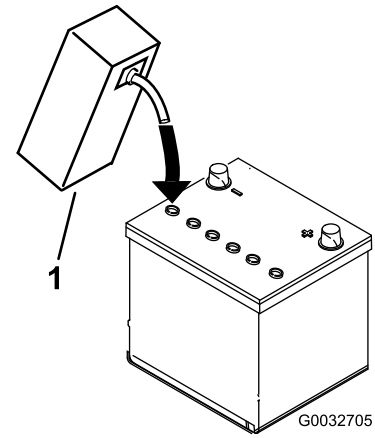

图6
3. 小心为每个电池注入电解液直到电池极板被大约 6mm 的液体覆盖图6。
4. 等待约 20 至 30 分钟以便电解液渗透到极板内。必要时加注电解液使电解液保持在加注井底部约 6mm 范围内图6。